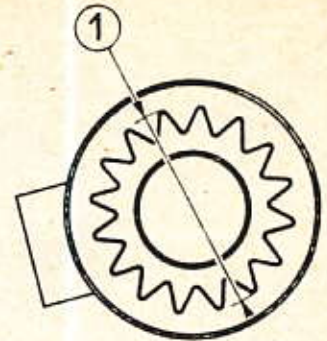

Fig. 48. — Vue schématique de la cartouche du filtre à air (en place).
A chaque remontage, vérifier que le diamètre extérieur (1) de la cartouche soit de 110 mm environ (fig. 48); si la cartouche plaque contre la tôle extérieure, il y a risque de performance faible ou de forte consommation.